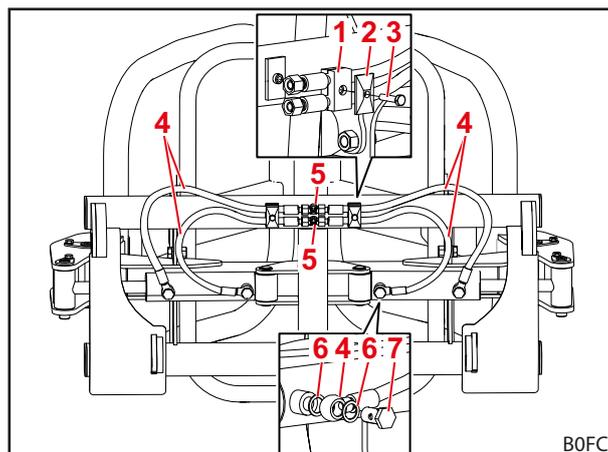

Fig. 51 Montare le tubazioni idrauliche
- (1) Montare 2 tubazioni idrauliche 10x550 con 2 anelli USIT e 1 vite cava sui cilindri idraulici.
- (2) Fissare 2 tubazioni idrauliche con 2 semi-stringitubo e montarle sul telaio con 1 piastra di copertura e 1 vite esagonale M8x30.
**i** Non incrociare le tubazioni idrauliche (vedere Fig. 51).